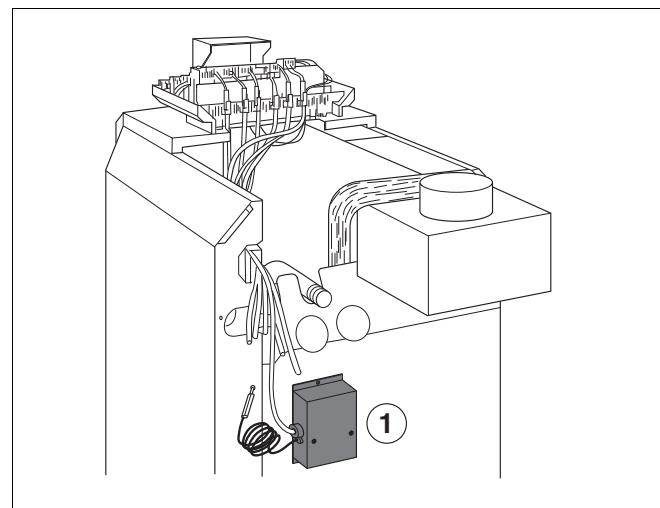

Fig. 2 Position de l'appareil de commande G124 X - ou Gaz 5000F - 28 / 32
- ▶ Visser l'appareil de commande du contrôle anti-débordement à l'aide des deux vis à tête jointes (fig. 2 à 5).